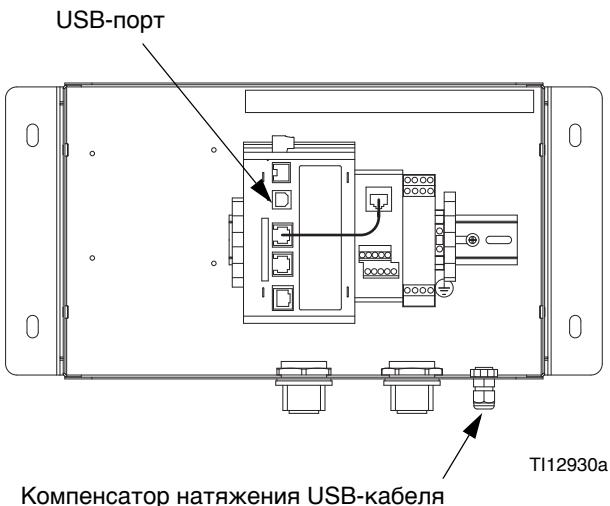

Рис. 13: USB-порт модуля Gateway
- Вставьте USB-кабель (23, в комплекте) в USB-порт модуля Gateway и USB-порт компьютера. См. Рис. 13.